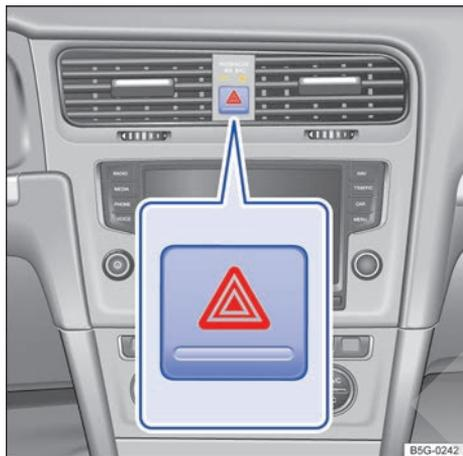

Fig. 29 En la parte superior de la consola central: pulsador de los intermitentes de emergencia.
2. Conecte los intermitentes de emergencia con el pulsador  → fig. 29.